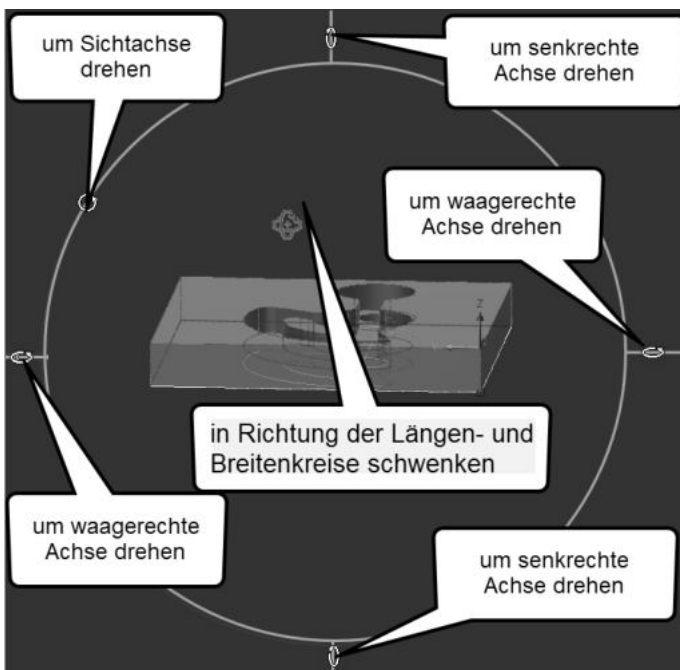

Abb. 1.17: Abhängiger Orbit mit Markierung und unterschiedlichen Cursor-Funktionen
- **ORBIT** – dient zum Schwenken der Ansicht mit gedrückter Maustaste. Alternativ kann die Funktion auch mit der Kombination **Shift**-Taste und gedrücktes Mausrad ausgeführt werden. Die Standard-Option ist der **FREIE ORBIT**. Im Drop-down-Menü darunter verbirgt sich der **ABHÄNGIGE ORBIT**. Er hebt sich auf dem Bildschirm durch eine sehr schwache Markierung mit einem großen Kreis und vier Achsenmarken nur wenig vom Hintergrund ab. Am besten ist er zu erkennen, wenn Sie bei den **ANZEIGEEINSTELLUNGEN** (fünf Werkzeuge weiter rechts) unter **UMGEBUNG** dann **DUNKLER HIMMEL** aktivieren (Abbildung 1.17). Je nachdem, wo der Cursor steht, wird unterschiedlich geschwenkt. Mit diesem Modus kann man viel gezieltere Schwenks ausführen als mit dem **FREIEN ORBIT**. Das Problem ist nur, dass die Markierung oft schwer zu sehen ist.